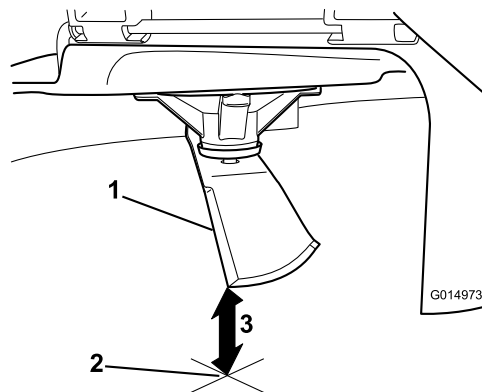

**Рисунок 59**
4. Поверните тот же нож на 180 градусов, чтобы теперь его противоположная режущая кромка была в том же положении (Рисунок 59).